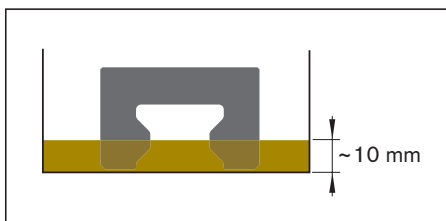

Bild 2
Vorsatzschmiereinheiten für ca. 36 Stunden in 10 mm tiefes Öl hineinstellen (siehe Bild 2).
- ▶ Die Vorsatzschmiereinheit Größe 20 Niedrig ist über den Schmieranschluss nicht nachfüllbar (siehe Bild 2).